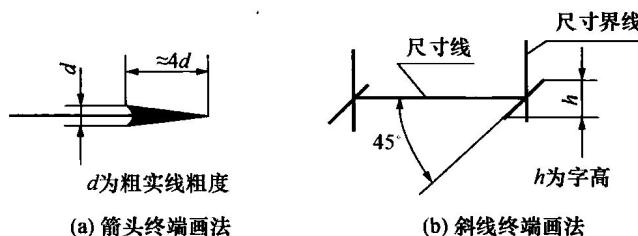

图 1-9 尺寸终端符号的画法
尺寸终端的画法如图 1-9 所示。
- ① 图 1-9 (a) 为箭头的形式，其中的  $d$  为粗实线的宽度。
- ② 图 1-9 (b) 为斜线形式，其倾斜方向应与尺寸界线成顺时针  $45^\circ$ ，并过尺寸线与尺寸界线的交点。
- ③ 半径、直径、角度与弧长的尺寸起止符号用箭头表示。
- ④ 同一张图上的直线尺寸应统一采用一种终端符号（机械图样中一般采用箭头符号）。
- (4) 尺寸数字的注写。
尺寸数字有线性尺寸数字和角度尺寸数字两种，如图 1-9 (b) 所示。